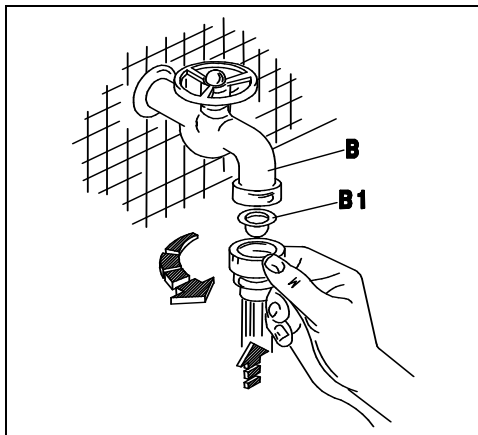
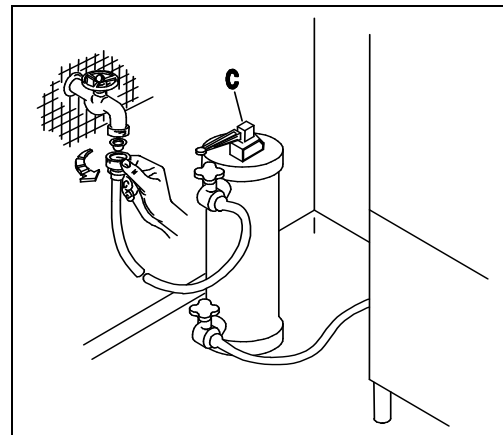
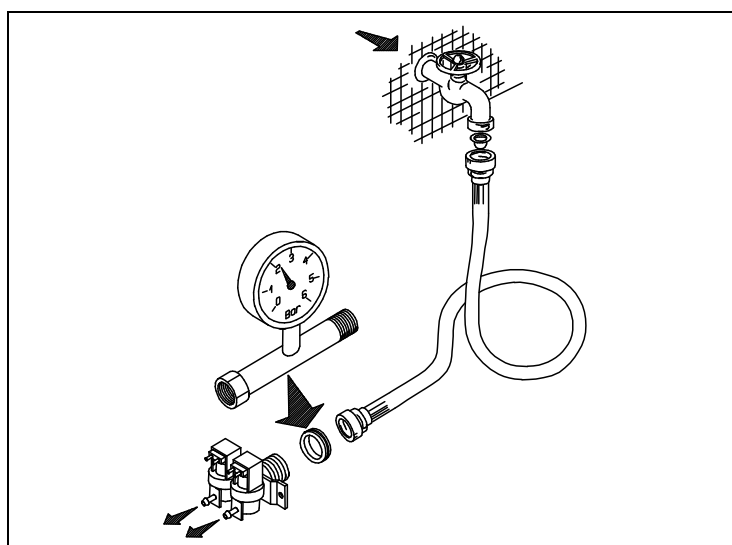

Fig. 2-2
Fig. 2-3
Fig. 2-4
- L'apparecchio è previsto per l'allacciamento all'acqua fredda o calda (max. 50 ÷ 55°C), con una pressione a valvola aperta come indicato nella Tab. 2-1. In caso di pressione superiore alla massima consigliata, bisogna installare un riduttore di pressione. In caso di pressione inferiore alla minima consigliata, bisogna installare una pompa di aumento pressione di max 0.5 Hp, con una portata di 20 L/min ed una prevalenza di 15÷20 mt. Il controllo della pressione deve essere effettuato all'ingresso dell'elettrovalvola (ved. fig.2-4). La condotta dell'acqua deve avere un diametro interno di almeno 16/18 mm (ved.fig.2-5). Collegare il tubo di carico acqua dell'apparecchio ad un rubinetto d'intercettazione (B),posto preferibilmente nelle immediate vicinanze dell'apparecchio, interponendo l'apposito filtro in dotazione (B1) (ved. fig.2-2). Si consiglia l'installazione di un decalcificatore (C) (non in dotazione), montato a monte dell' elettrovalvola della macchina (ved. fig.2-3).
- The appliance is designed for connection to the cold or hot water supply (max. 50-55°C) at a mains pressure with the valve open as shown in Table 2-1 and a minimum output of 10 litres/min. If pressure exceeds the maximum, fit a pressure reducer. If pressure is lower than the minimum, fit a pressure booster pump of max. 0.5 HP, with an output of 20 litres/min. and a head of 15÷20 metres. Pressure must be measured at the solenoid valve inlet (see fig. 2-4). The water pipes must have an internal diameter of at least 16/18 mm (see fig. 2-5). Connect the appliance water supply pipe to a cut-out tap (B), preferably placed close to the appliance, fitting the special filter provided (B1) (see fig. 2-2). We recommend fitting a water softener (C) (not provided) upstream from the machine solenoid valve (see fig. 2-3).
- Das Gerät ist für den Anschluss an Warm-und Kaltwasser (max. 50-55°C) vorgesehen, wobei der Druck bei offenem Ventil dem in Tab. 2-1. Bei höherem Druck als dem empfohlenen einen Druckminderer installieren. Bei niedrigeren Druck als empfohlen eine Druckerhöhungspumpe mit max. 0,5 PS , einer Förderleistung von 20l/min und einer Förderhöhe von 15-20m installieren. Die Druckkontrolle muss am Eingang des Elektroventils erfolgen (siehe Bild 2-4). Die Wasserleitung muss einen Innendurchmesser von mindestens 16/18 mm aufweisen (siehe Bild 2-5). Den Zulaufschlauch des Gerätes an einen möglichst nahegelegenen Wasserhahn (B) anschliessen und den vorgesehenen Filter (B1) anbringen (siehe Bild 2-2). Der Einbau eines Etkalkers (C) wird empfohlen; dieser gehört nicht zur Ausstattung und muss vor dem Elektroventil der Maschine eingebaut werden. (siehe Bild 2-3).
- L'appareil peut être raccordé à l'eau froide ou chaude (50:55°C max) à une pression, soupape ouverte, comme indiqué dans le tableau 2-1. Si la pression dépasse la pression maximum conseillée, il faut installer un réducteur de pression. Si la pression est inférieure à la pression minimum conseillée, il faut installer une pompe pour faire augmenter la pression de 0,5 Hp max., à un débit de 20 litres /min et à une hauteur d'élévation de 15-20 m. Le contrôle de la pression sera effectué à l'entrée de l'électrovanne (voir fig. 2-4). Les conduites d'eau auront un diamètre interne d'au moins 16/18 mm (voir fig. 2-5). Raccorder la conduite d'arrivée de l'eau de l'appareil à un robinet secondaire (B), installé si possible tout près de l'appareil, après avoir intercalé le filtre spécial fourni (B1) (voir fig. 2-2). Nous conseillons d'installer un adoucisseur (C) (non fourni) qui sera monté en amont de l'électrovanne de la machine (voir fig. 2-3).
- Este aparato se puede alimentar con agua caliente o fría (máx. 50 ÷ 55°C); la presión del agua con válvula abierta está indicada en la tabla 2-1. En caso de que la presión fuera superior a la máxima que se aconseja, instale un reductor de presión; si fuera demasiado baja, instale una bomba de aumento de presión de 0,5 Hp (máximo), con un caudal de 20 litros por minuto y una altura de elevación de 15 a 20 m. El control de la presión se debe efectuar en la entrada de la electroválvula (véase fig. 2-4). La tubería del agua debe tener un diámetro interior de 16-18 m. por lo menos (véase fig. 2-5). Conecte el tubo de alimentación del agua del aparato a un grifo de paso (B), que irá montado preferentemente muy cerca del aparato, tras interponer el filtro (B1) del equipamiento base (véase fig. 2-2). Es aconsejable instalar un descalcificador (C) (que no forma parte del equipamiento base). El descalcificador irá montado antes de la electroválvula de la máquina (véase fig. 2-3).